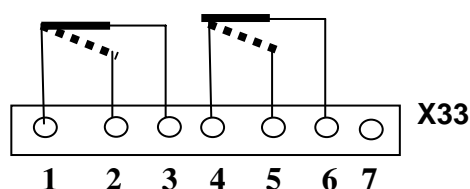

Fig. 6
5.3.3 Posición de la carga a través de X33 (FIG. 6)